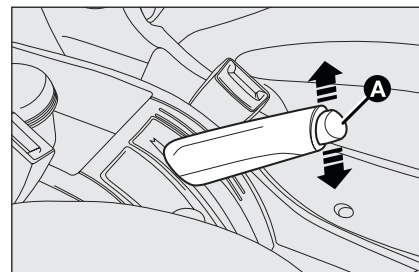

fig. 1
- sollevare leggermente la leva e premere il pulsante di sblocco **A** **fig. 1**;